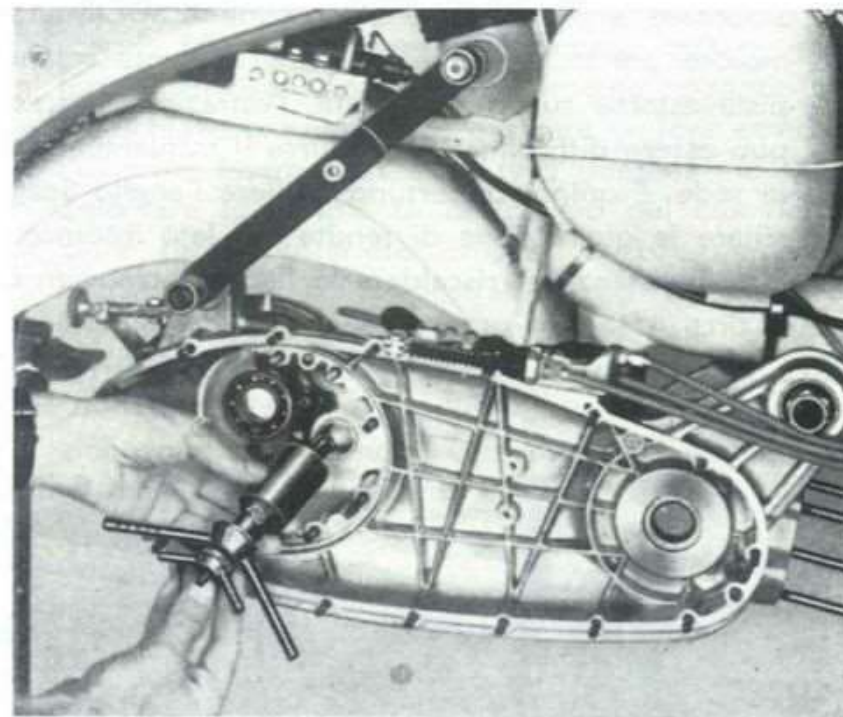

Fig. 21
- 35 Smontare la pista esterna per gabbietta a rullini sul primario: usare l'apposito estrattore, attrezzo numero 59350. Vedi fig. 21.